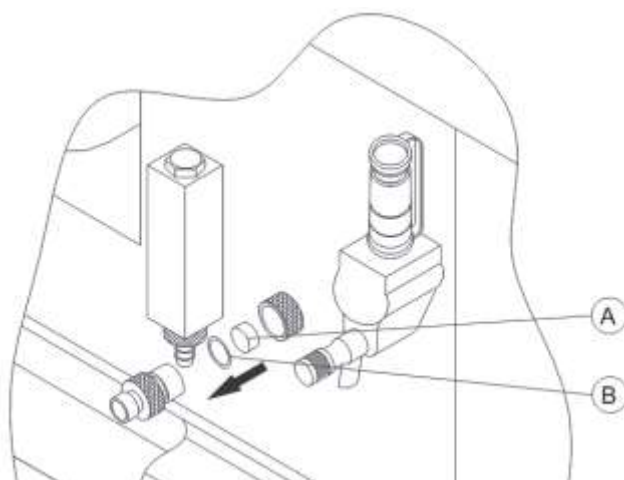

Figura 183 – Substituição do filtro de ar – válvula passiva
Para substituir o filtro de ar (A), desrosquear o bico de entrada da válvula até o final do curso retire o anel de vedação de borracha (B). Troque o filtro de ar e retorne-o na posição original, conforme a figura 183.